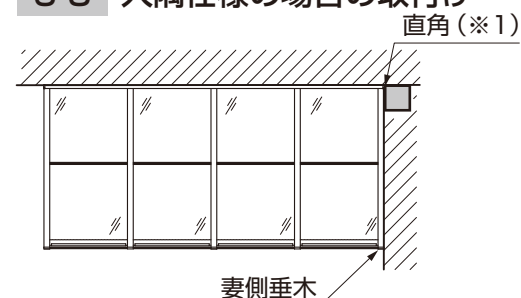
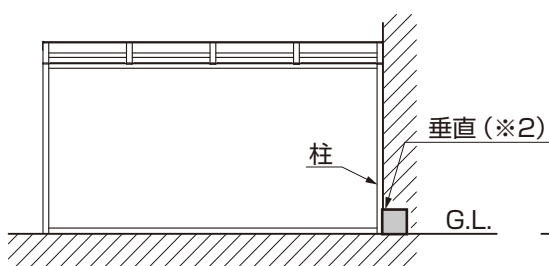

図6-13 上面図
図6-14 正面図
- 躯体外壁の直角度(※1)、垂直度(※2)に狂いが生じている場合は、取付けることができませんので、修正してください。修正時の部材については、現場で手配してください。(図6-13、図6-14参照)